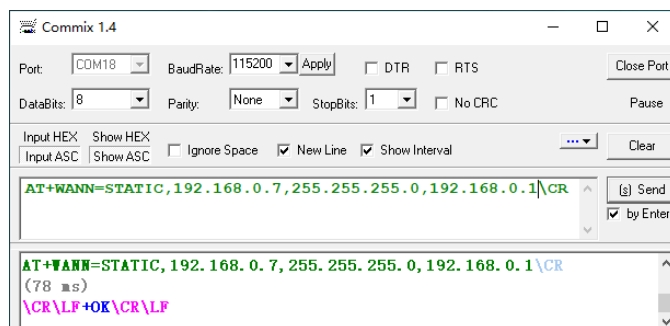

图 6-2 设备网络参数设置界面
- 2) 设置设备网络 IP、子掩码、网关，如图 6-2 所示，将 IP 设置为 192.168.0.7;